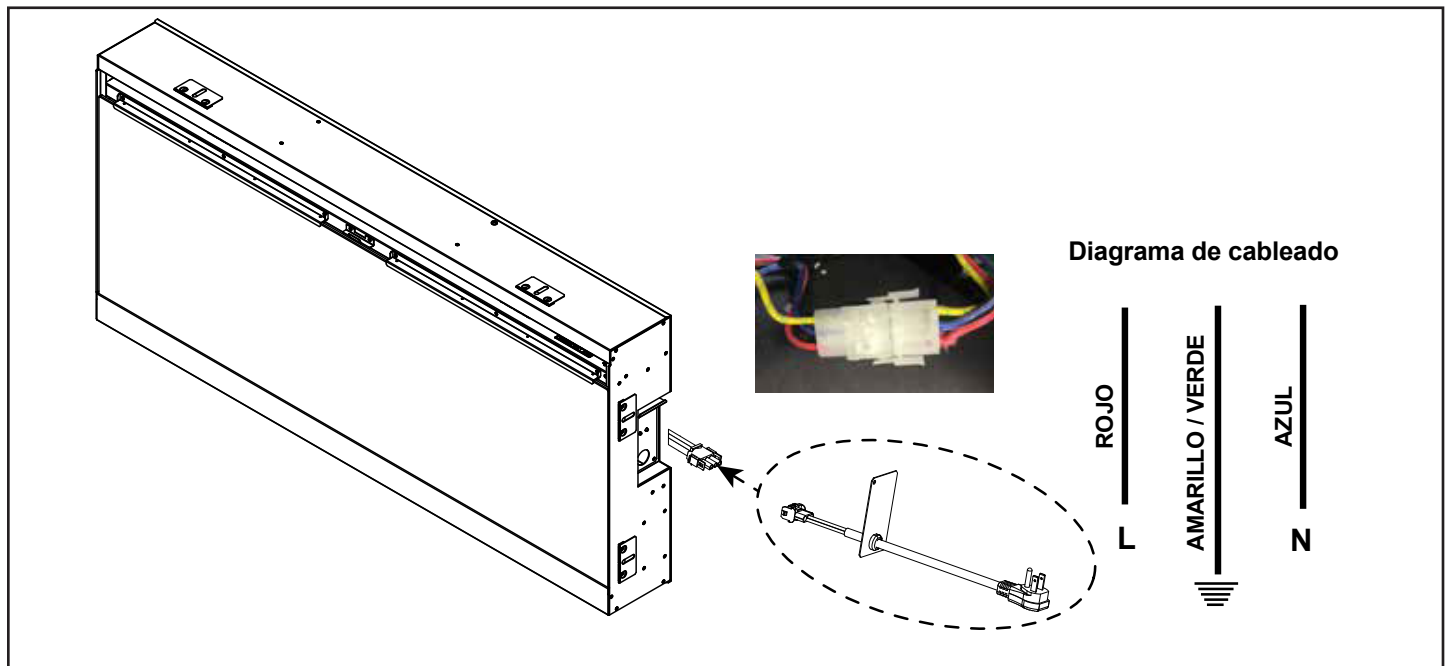

Figura 3.5 Instalación opcional del cable de alimentación
3. Conecte el conector de cables de tres conductores al conector del bloque suministrado con el kit de cable de alimentación. Consulte la Figura 3.5.